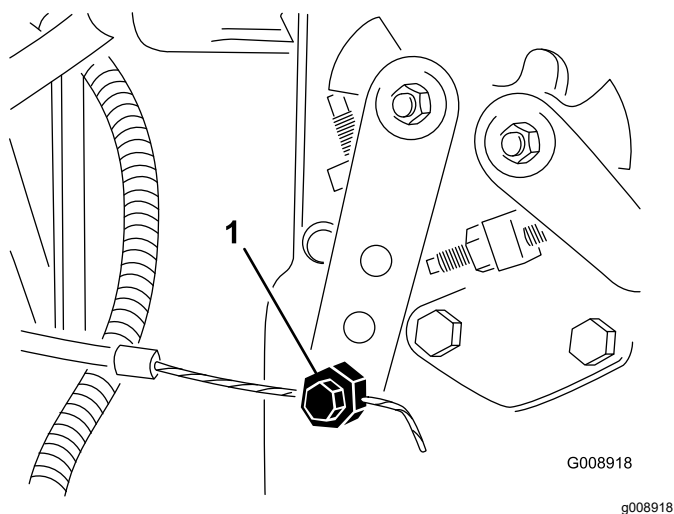

Рисунок 86
4. Ослабьте соединитель тросика дроссельной заслонки на плече рычага инжекторного насоса (Рисунок 86).